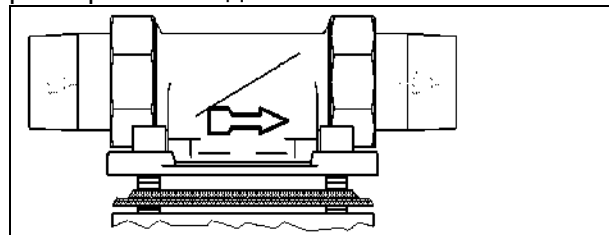

Рис. 1: Встроенный вращающийся фланец
- Направление потока (См. Рис. 1)